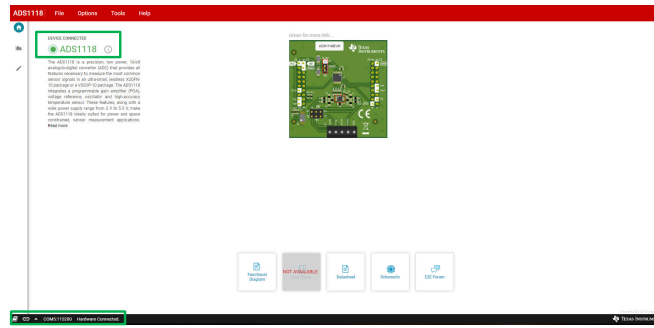

图 4-3. ADS1x18 EVM 连接后的 GUI (所示为 ADS1118)
4. 刷新 GUI。GUI 应该会连接到硬件。这时会显示一个绿色信号，同时底部会显示 *Hardware Connected* ( 硬件已连 ) 的指示 ( 请参见 图 4-3 )。